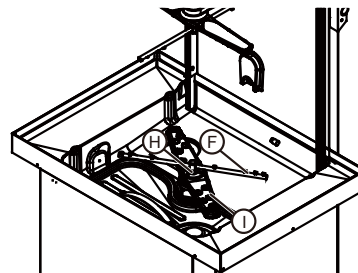

Abbildung 26 Wasch- und Klarspülarms
- Entfernen Sie den oberen und unteren Wascharm „F“ und den Spülarms „I“ und entfernen Sie die Ringmutter „H“ (Abbildung 26).